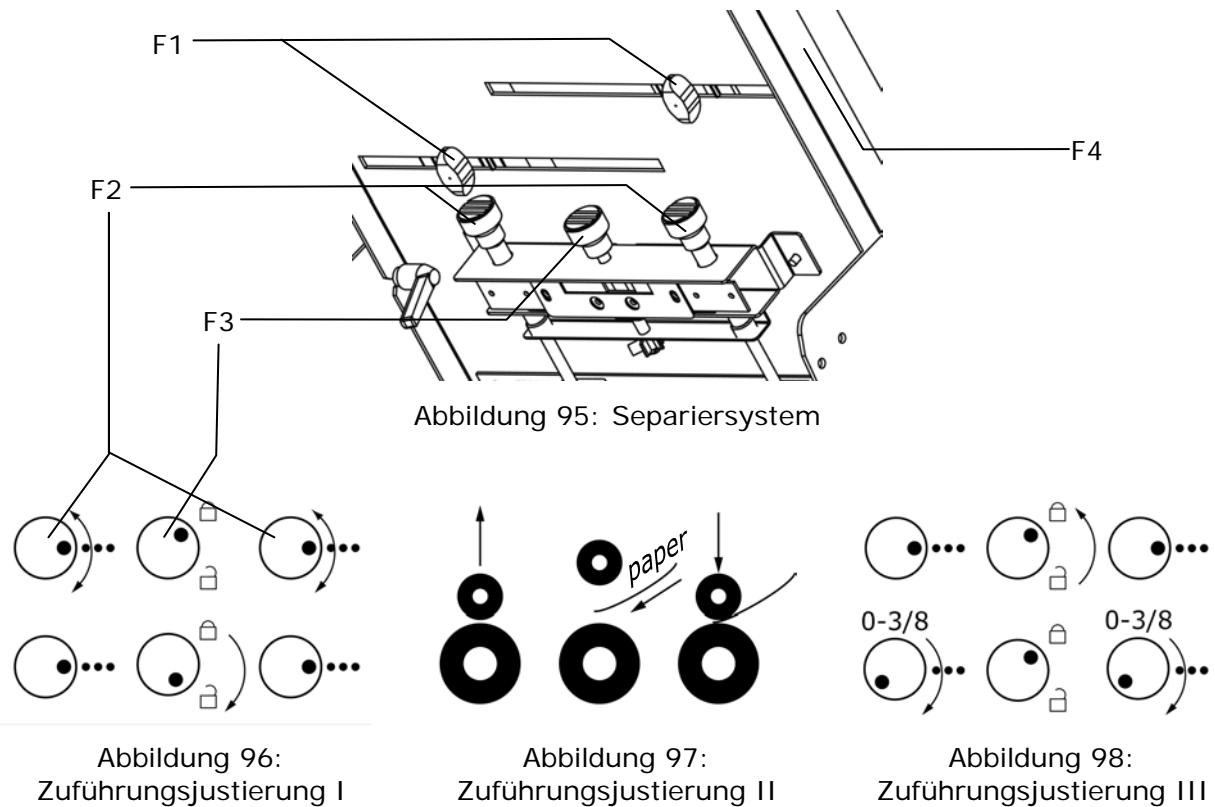

Abbildung 96:
- Überzeugen Sie sich davon, dass die beiden äußeren Justierknöpfe (F2) des Separiersystems zentriert sind (••• -Position). Entsperren Sie das Separiersystem, indem Sie den Separierfeststellgriff (F3) im Uhrzeigersinn drehen (siehe Abbildung 96).